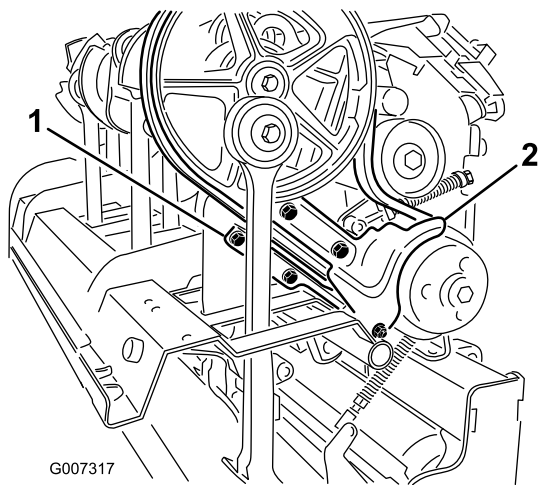

图 37
3. 拆下固定防尘罩和下皮带护罩的紧固件图 37。拆下防尘罩和下皮带护罩。